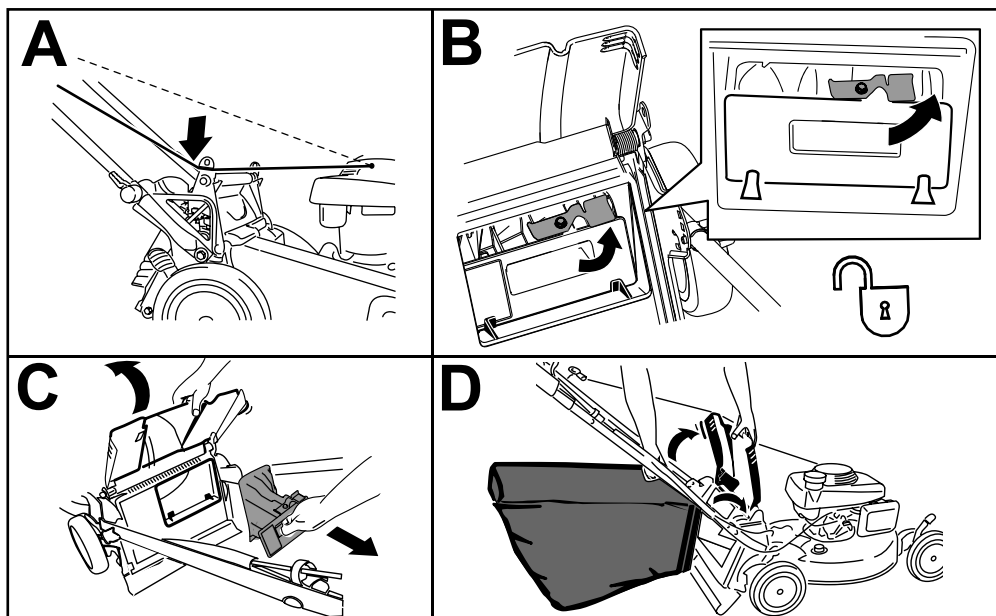

Figure 18
1. Faites passer le câble du lanceur autour du guide inférieur (encadré A de la Figure 18).
2. Soulevez le déflecteur arrière et maintenez-le dans cette position puis déverrouillez l'obturateur arrière (encadré B de la Figure 18).
3. Retirez l'obturateur arrière (encadré C de la Figure 18).
4. Accrochez le bord supérieur avant du bac aux ergots sur les crans des supports de poignée (encadré D de la Figure 18).